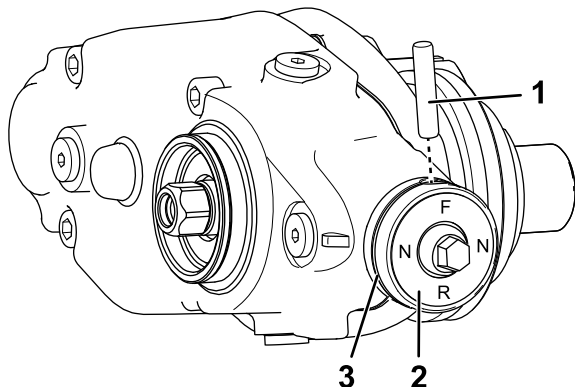

図 17
- A. クラッチノブからOリングを外す 図 17。
- B. クラッチノブをアクチュエータのシャフトに固定しているシャープピンを外す 図 17。
- D. クラッチノブをアクチュエータのシャフトに、シャープピンで固定する 図 17。